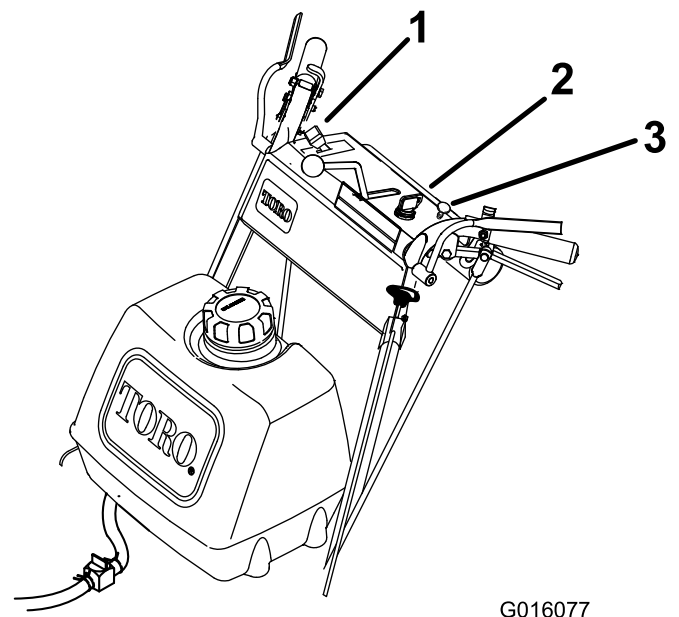

Figura 9
11. Mueva el mando del estérter a la posición de desconectado a medida que el motor se caliente (Figura 9).
2. Mueva la palanca del acelerador a lento (Figura 9).